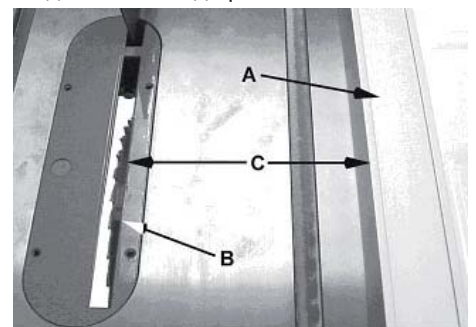

Рис. 29
- Паралельний упор (А, Рис. 29) повинен бути встановлений за шириною розпилу (С, Рис. 29), використовуючи шкалу передньої планки або вимірявши відстань між пиляльним диском (В) та упором (А).